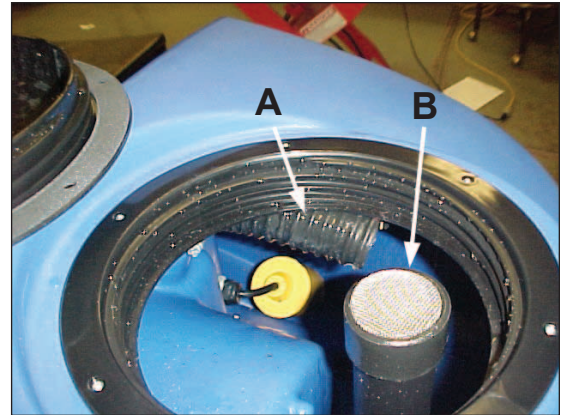

Figure 35
- Si le réservoir ou le tuyau de récupération sont bouchés, utilisez de l'eau sous pression pour les déboucher. Insérez le tuyau d'eau dans le tuyau de récupération (figure 35, A). **REMARQUE : Ne placez pas le tuyau d'eau dans le tube d'admission de l'aspirateur (voir figure 35, B), car vous risquez d'endommager l'appareil.**
Le tuyau de récupération (figure 35, A) se situe du côté droit du tuyau d'admission de l'aspirateur (voir figure 35, B). Le tuyau de récupération est flexible, ce qui vous permet de le déplacer vers l'avant pour accéder facilement au tuyau d'eau afin de rincer la conduite.